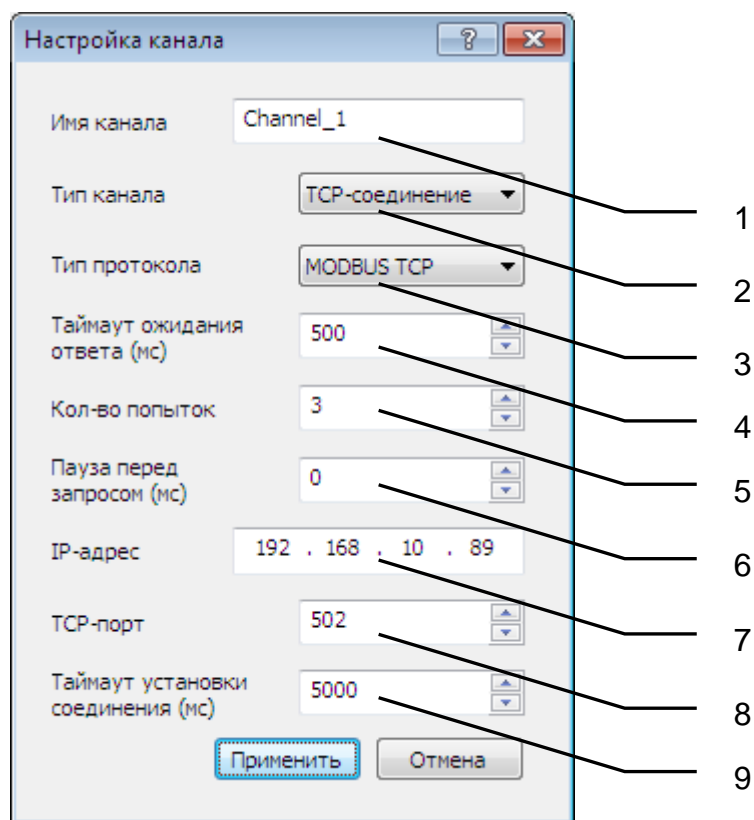

Рисунок 6.5 – Диалоговое окно настройки канала связи (тип канала: TCP-соединение)
- 2) TCP-соединение (рисунок 6.5).